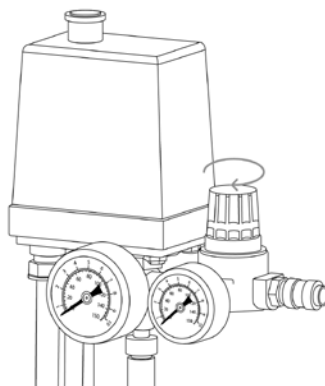

Рис. 8.10. Установка давления на компрессоре.
2. Включите компрессор, установите давление сжатого воздуха (См. рис. 8.10) и дождитесь, пока давление сжатого воздуха достигнет максимальных значений.